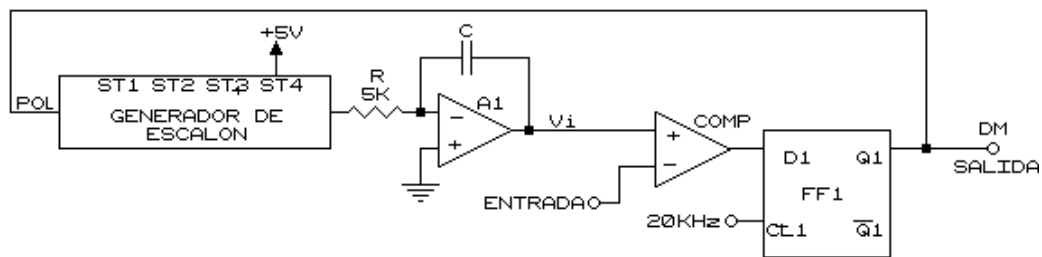

Figura 9.3
1. Arme el modulador delta por integración mostrado en la figura 9.3.